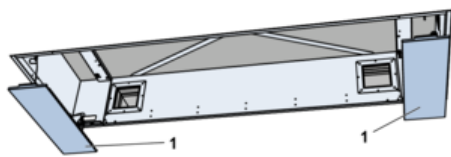

Abb. 25: Zarge eingebaut in geschlossene Zwischendecke
4. ▶ An der Zarge die Seitenblenden (Abb. 25/1) entnehmen und für die spätere Verwendung lagern.